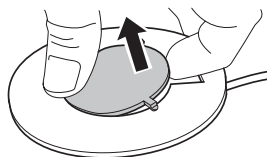

Abb. 3
1. Levante cuidadosamente la cubierta del fondo (Fig. 3).
2. Levante cuidadosamente la cubierta del fondo (Fig. 3).